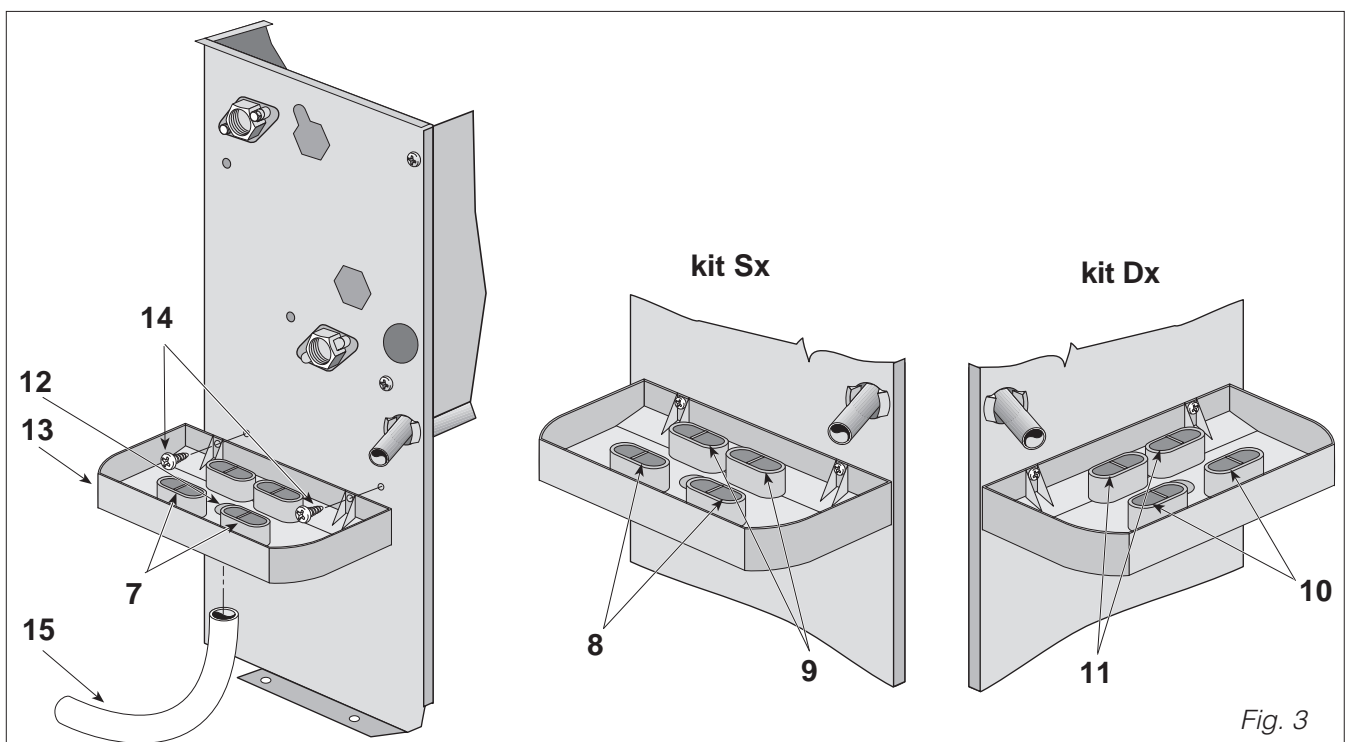

Fig. 3
– nel caso le connessioni idrauliche arrivino dal pavimento sfondare parzialmente, in base alle esigenze d'impianto e alla sezione del tubo, i setti in plastica (7 fig.3), ed infilarvi i tubi stessi isolandoli fino a sotto la bacinella. Nel caso sia prevista la valvola a tre vie per batteria a tre ranghi rompere i setti (8) per kit Sx o i setti (10) per kit Dx, mentre se prevista la valvola a tre vie per batteria aggiuntiva a un rangho rompere i setti (9) per kit Sx o i setti (11) per kit Dx. Successivamente provvedere a sigillare con silicone i fori di passaggio onde evitare trafileamento di condensa lungo i tubi;
– predisporre la bacinella liberando lo scarico di uscita sfondando il setto in plastica (12).
– fissare la bacinella (13) all'apparecchio con le apposite viti (14);
– collegare il tubo di scarico (15) allo scarico bacinella ;
– If the hydraulic connections run from the floor, break the plastic press-outs (7 fig. 3) (accounting for installation lay out and tube section), then insert the tubes; insulate the tube up until the tray. If a three-way valve for three-row coil is to be fitted, break the press-outs (8) for Sx (l.h.) kit or Dx (r.h.) kit press-outs (10); in the case of three-way valve for auxiliary single-row coil, break Sx (l.h.) kit push-outs (9) or Dx (r.h.) kit push-outs (11). Seal the through holes with silicon to prevent condensate running along the tubes.
– fit the tray after having broken the drainage outlet push-out (12);
– secure the tray (13) to the unit with the screws (14);
– connect the hose (15) to the tray drain;
- dans le cas où les raccordements en eau partent du sol, défoncer partiellement les cloisonnements en plastique (rep.7 fig.3), suivant les exigences d'installation et de la section des tubes, et y faire passer les tuyauteries jusque sous le bac sans oublier de les isoler. Dans le cas d'installation de la vanne à trois voies pour la batterie à trois rangées, défoncer les cloisons de séparation (rep.8) pour le kit Sx (gauche) ou les cloisons de séparation (rep.10) pour le kit Dx (droit); en revanche, dans le cas d'installation de la vanne à trois voies pour la batterie supplémentaire à une rangée, défoncer les cloisons de séparation (rep.9) pour le kit Sx (gauche) ou les cloisons de séparation (rep.11) pour le kit Dx (droit). Ensuite, sceller au silicone les trous de passage pour éviter tout ressuage sur les tuyauteries;
- fixer le bac (13) sur l'appareil à l'aide des vis (14) prévues à cet effet;
- raccorder le tuyau d'évacuation (15) à la sortie du bac;
- kommen die Wasseranschlüsse vom Boden, müssen die Kunststoffwände je nach Anlagenerfordernissen und dem Rohrquerschnitt teilweise durchstoßen (7 Abb.3) und die Rohre eingeführt werden, die bis unter die Kondensatauffschale zu isolieren sind. Falls das Dreiwegeventil für das Dreireihenregister vorgesehen ist, die Wände (8) für das linke Kit oder die Wände (10) für das rechte Kit durchstoßen, ist hingegen das Dreiwegeventil für das zusätzliche Einreihenregister vorgesehen, die Wände (9) für das linke Kit oder die Wände (11) für das rechte Kit durchstoßen. Anschließend die Durchgangsöffnungen mit Silikon verschließen, um das Durchsickern von Kondensat entlang der Rohre zu vermeiden;
- die Schale vorbereiten, indem der Auslaß durch Durchbrechen der Kunststoffwand (12) freigelegt wird.
- die Schale (13) am Gerät mit den Schrauben (14) befestigen;
- das Ablaufrohr (15) am Kondensatablaß der Schale anschließen;